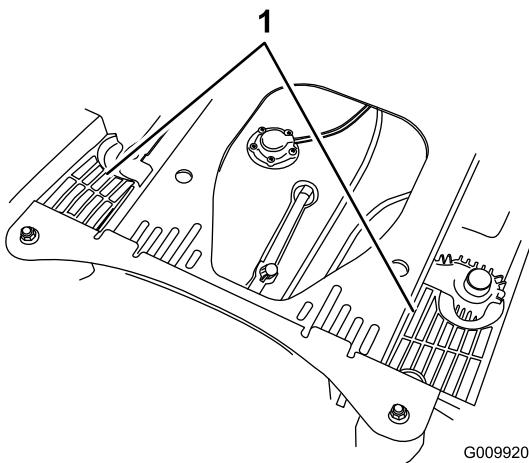

Figura 71
4. Limpie cualquier residuo o hierba de las cubiertas de las unidades hidráulicas (Figura 71).